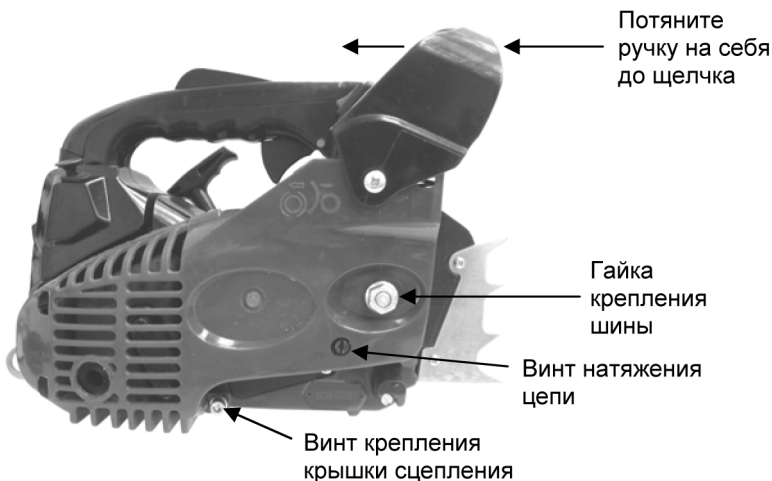

Рис. 3
1. Перед установкой шины и цепи убедитесь, что инерционный тормоз цепи разблокирован. Для этого потяните ручку инерционного тормоза на себя (рис. 3).
шины (рис. 3). Шестигранным ключом (входит в комплект) открутите винт крепления крышки сцепления и снимите крышку сцепления.
3. Крутите винт натяжения цепи, расположенный на крышке сцепления (рис. 3), против часовой стрелки до тех пор, пока палец натяжения цепи не встанет в крайнее левое положение.